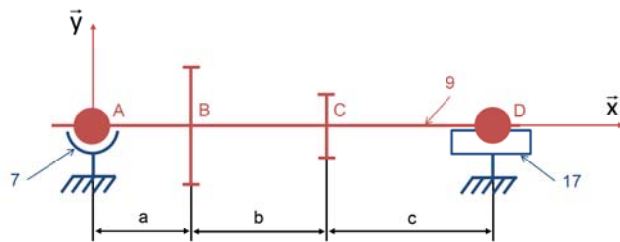

Figure 20 – Boîte de vitesse
Soit  $R(A, \vec{x}, \vec{y}, \vec{z})$  le repère lié à l'arbre (9) modélisé par une poutre d'axe  $(A, \vec{x})$ , figure 20.